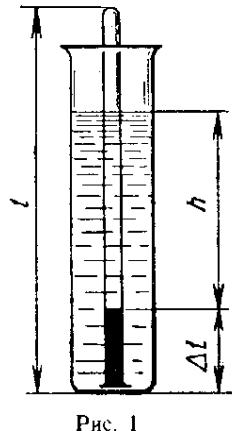

Рис. 1
$p_2 = p_1 + \rho gh$ (рис. 1). Объем воздуха в трубке в первом состоянии равен $V_1 = lS$, где l — длина трубки, S — площадь поперечного сечения. Во втором состоянии объем воздуха равен $V_2 = (l - \Delta l)S$, где Δl — длина столба воды в трубке (см. рис. 1).
1. В сосуд опустите стеклянную трубку длиной l закрытым концом вниз. Когда трубка нагреется и температура воздуха в ней станет равной температуре T_1 воды в сосуде, измерьте температуру T_1 горячей воды. Заткните трубку резиновой пробкой на нитке и опустите пробкой вниз в сосуд с холодной водой. Под водой выдерните пробку за нитку и опустите трубку до дна сосуда (см. рис. 1).